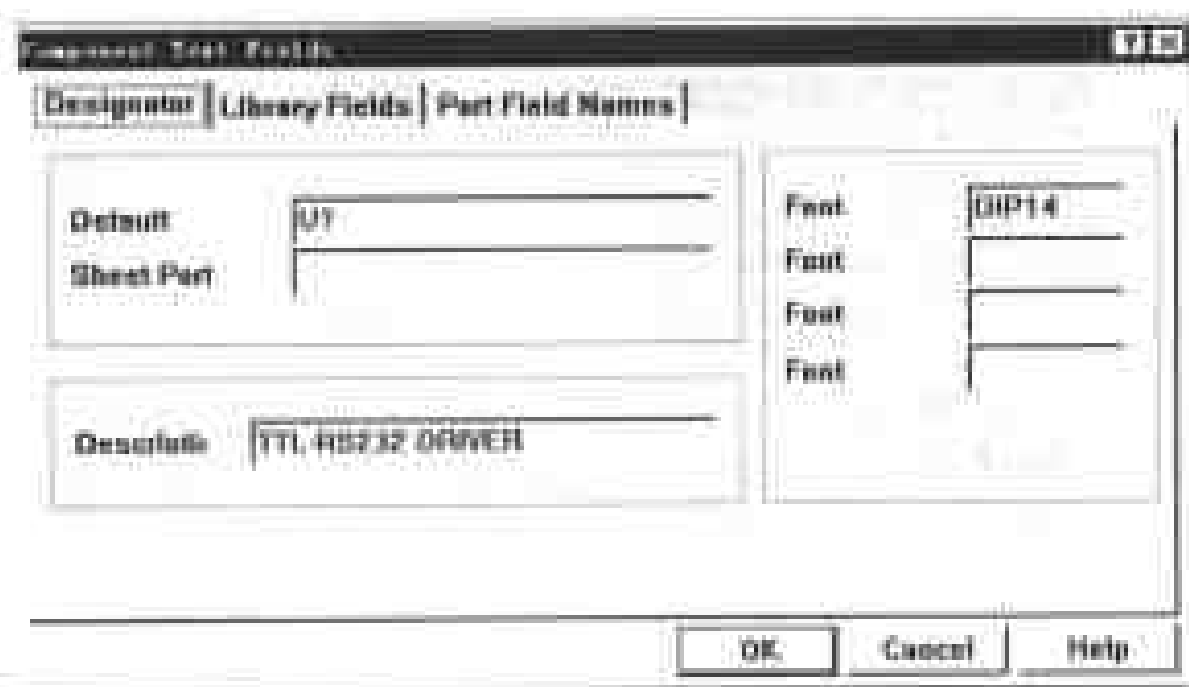

图 3-6 Component Text Fields 对话框
(2) Del 按钮: 用于将元件组显示区内指定的元件从该元件组里删除。
(3) Description 按钮: 用于描述性说明, 单击此按钮将弹出如图 3-6 所示的对话框。这个对话框共有 3 个选项卡。